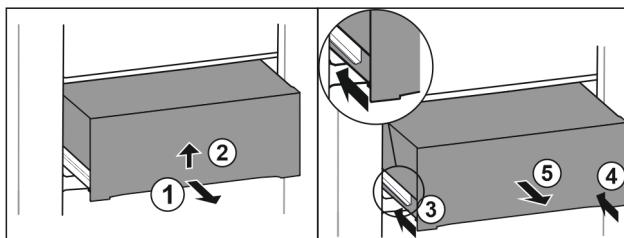

Fig. 35
- Вытяните выдвижной ящик наполовину. Fig. 35 (1)
- Поднимите выдвижной ящик за нижнюю часть. Fig. 35 (2)
- Вставьте левую направляющую. Fig. 35 (3)
- Вставьте правую направляющую. Fig. 35 (4)
- Извлеките выдвижной ящик движением вперед. Fig. 35 (5)